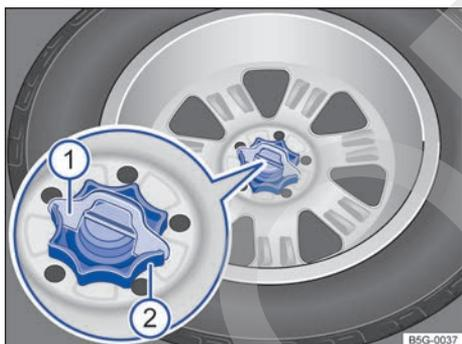

Fig. 206 En el maletero: ruedecilla para fijar la rueda de repuesto.
- Dado el caso, extraiga la cuña del seguro anti-giro → **fig. 206** ① hacia arriba.
- Desenrosque por completo la ruedecilla central que sujeta la rueda de repuesto ②, en el sentido contrario al de las agujas del reloj, y extraiga la rueda de repuesto.